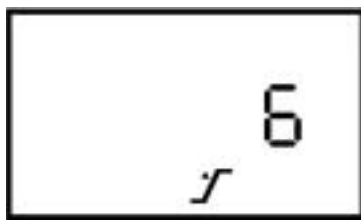

Abb. 6-9 Bildschirm Anstiegszeit-Einstellung
HINWEIS: Die Benutzung der Anstiegszeit-Funktion ist nicht für alle Patienten vorgesehen. Erscheint der in Abbildung 6-9 gezeigte Bildschirm nicht, kann diese Einstellung nicht verändert werden.
1. Auf dem Überwachungs-oder dem Standby-Bildschirm die **rechte Benutzer**-Taste drücken, bis dieser Bildschirm erscheint. Der Bildschirm Anstiegszeit-Einstellung wird in Abbildung 6-9 gezeigt.